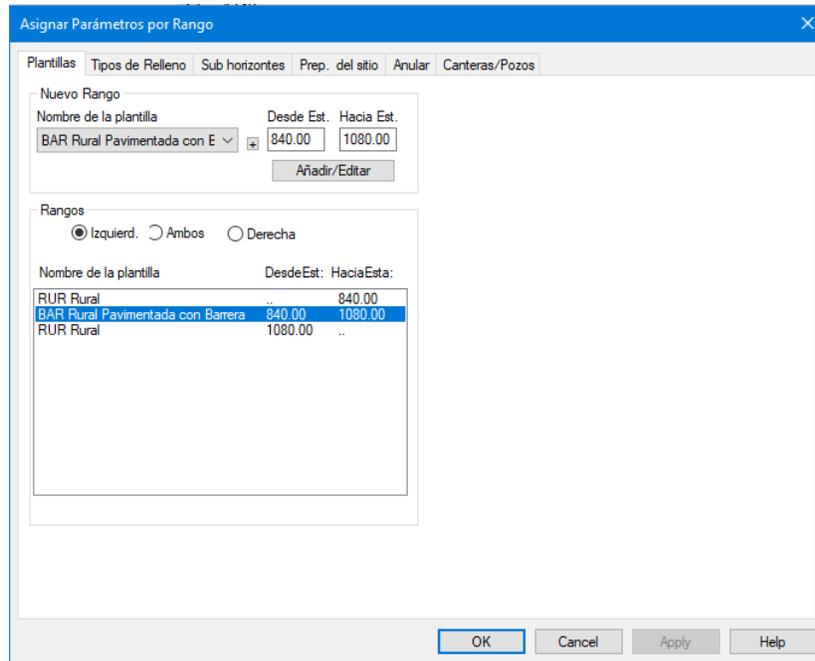

Figura 21-3: Asignación de Plantilla por Rango
- Inicio* | *Asignar por Rango* para abrir el cuadro de diálogo *Asignar Parámetros por Rango* (Figura 21-3). Seleccione la pestaña *Plantillas*.